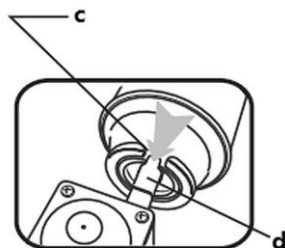

Fig. 7
1. Sæt drejeregulatoren (17) på OFF -positionen (16) og patronlåsehåndtaget (20) i FUEL LOCK -positionen (14);
2. Åbn dækslet til patronholderen (6);
3. Sæt gaspatronen (7) i patronholderen (8) med udsparringen af patronflangen (c) opad, så enden af ventilen (d) på gaskomfuret let passer ind i fordybningen (c). (Fig. 7)